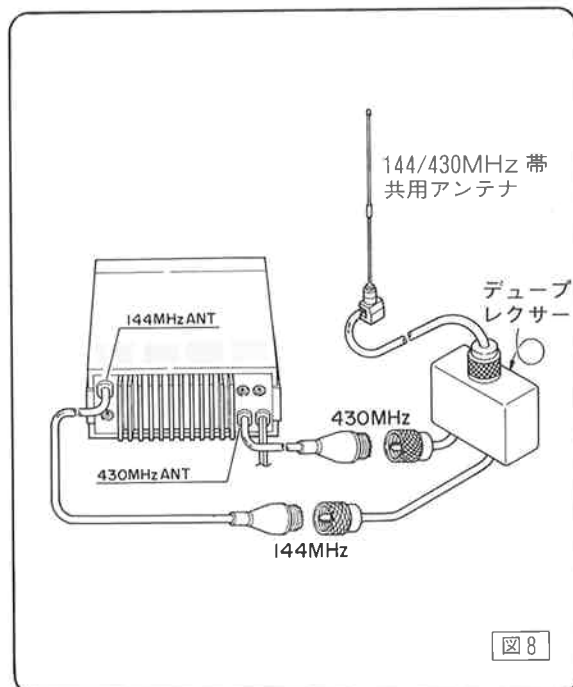

図 8
② 共用アンテナに接続する場合 (図 8)
- ① 144MHz 帯、430MHz 帯共用アンテナを使用する場合は、144MHz、430MHz 帯用デュープレクサーが必要になります。